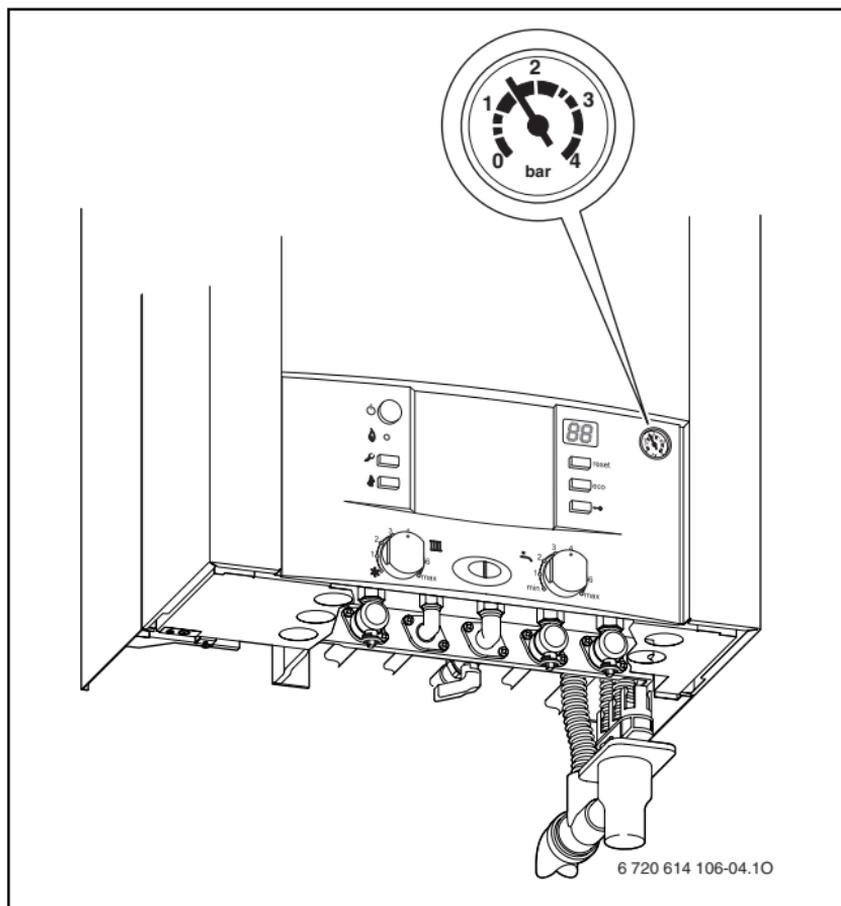

Fig. 5
- ▶ Ad impianto freddo la lancetta del manometro deve trovarsi fra 1 e 2 bar (→ fig. 5).
- ▶ Se la lancetta si trova al di sotto di 1 bar, procedere al riempimento agendo tramite il rubinetto di riempimento (18) fino a quando la lancetta indicherà una pressione compresa tra 1 e 2 bar.
- ▶ Con l'impianto alla temperatura massima di mandata, la **pressione** non dovrà mai superare i 3 bar; qualora ciò avvenisse la valvola di sicurezza scaricherebbe acqua dal tubo (13).